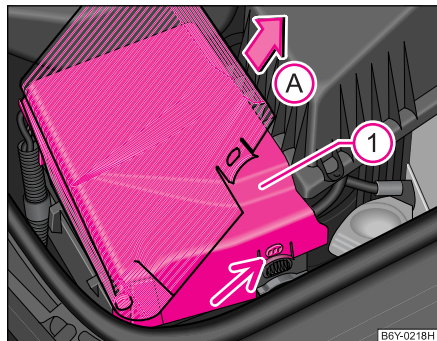
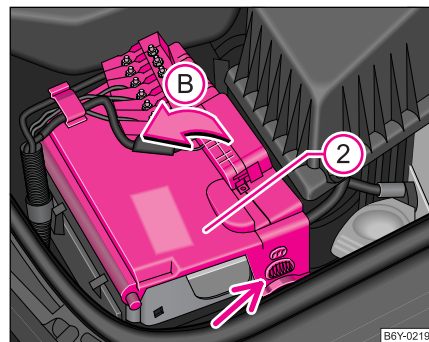

Fig. 146 Vano motor:
Fig. 147 Batería:
- Presione las fijaciones por los lados de la cubierta de batería ① ⇒ fig. 146.
- Retire la cubierta en sentido de la flecha ①.
- Presione ligeramente las fijaciones a los lados de la cubierta de batería ② ⇒ fig. 147 hacia un lado.
- Abra la cubierta en sentido de la flecha ②.